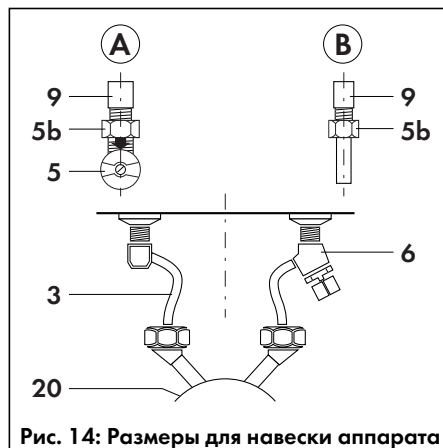
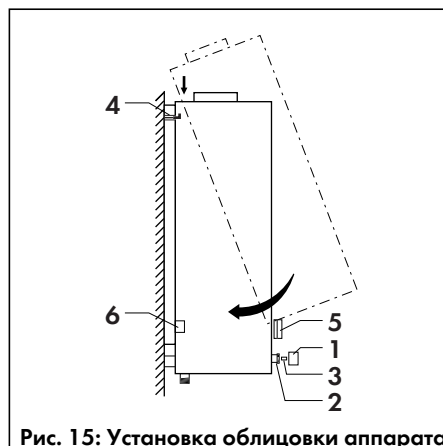

Рис. 14: Размеры для навески аппарата
Рис. 15: Установка облицовки аппарата
- Установив прокладки, навинтите накидные гайки предварительно смонтированных подсоединений водопровода холодной и горячей воды (6) и (3) на соответствующие штуцеры водяного блока аппарата (20), как показано на рис. 14, и затяните резьбовые соединения.
- Если предусмотрена установка арматуры непосредственного разбора № 9011, подсоедините её к водяному блоку аппарата (20), вывинтив предварительно резьбовые заглушки для слива.
- Если не предусмотрен удалённый водоразбор от аппарата, заглушите штуцер для подключения водопровода горячей воды в водяном блоке аппарата (20).
- Наденьте облицовку на держатели (4), как показано на рис. 15, и установите её в нижние направляющие (6).
- Накрутите по часовой стрелке крепёжную гайку (2) на корпус шпинделя (3) и затяните её.
- Оденьте ручки поворотного переключателя (5) и регулятора температуры (1).